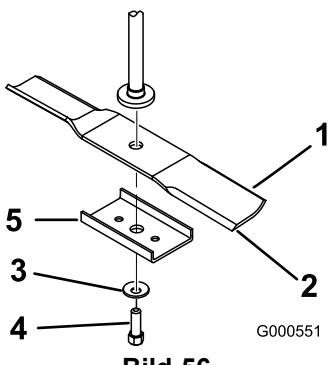

Bild 56
Halten Sie das Ende des Messers mit einem stark wattierten Handschuh oderwickeln Sie einen Lappen um es herum. Entfernen Sie die Messerschraube, Wellenscheibe, Messerverstärkung und das Messer von der Spindelwelle (Bild 56).
1. Setzen Sie das Messer auf die Spindelwelle (Bild 56).
2. Montieren Sie die Messerverstärkung, die Wellenscheibe (Schalenseite zum Messer) und die Messerschraube (Bild 56).